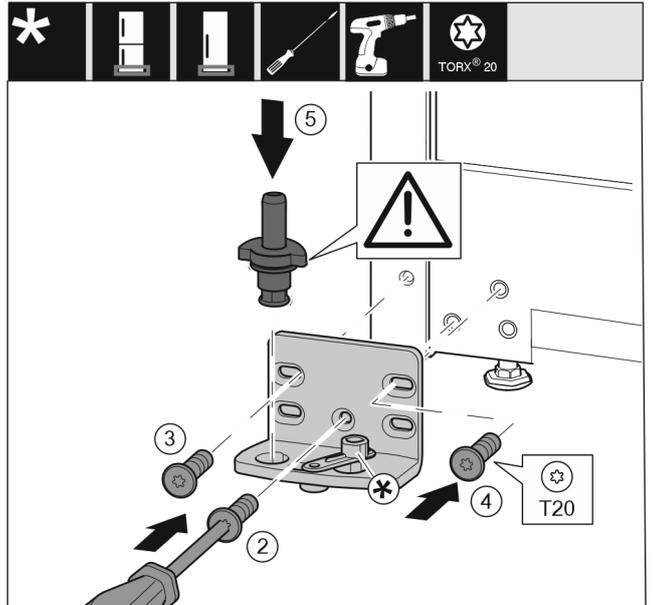

Fig. 34
- ▶ Coloque el soporte de cojinete en el otro lado y atorníllelo con la ayuda de un destornillador T20. Comience por el tornillo 2 en la parte inferior central. Fig. 34 (2)
- ▶ Atornille los tornillos 3 y 4. Fig. 34 (3,4)
- ▶ Coloque el perno de cojinete completo. Preste atención a que el saliente de retención esté orientado hacia detrás. Fig. 34 (5)
- ▶ Coloque el soporte de cojinete en el otro lado y atorníllelo con la ayuda de un destornillador T20. Comience por el tornillo 2 en la parte inferior central. (2)
- ▶ Gire 180° la conexión de amortiguador de cierre. Atorníllela en el otro lado del soporte de cojinete con el destornillador T20. (5)
- ▶ Coloque el perno de cojinete completo. Preste atención a que el saliente de retención esté orientado hacia detrás. (6)